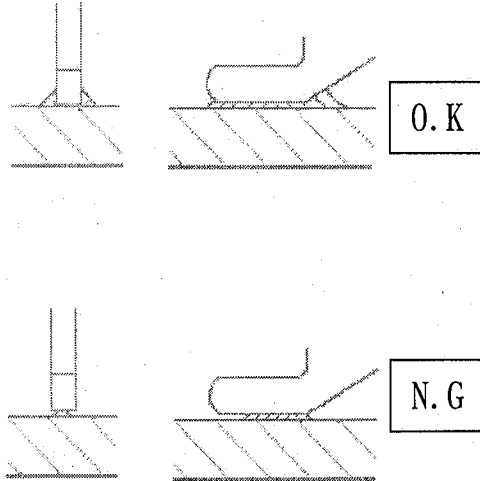

Fig. 4
- (1) After mounting, check and see if there is a fillet formed at the soldering part of contacttine, as shown in Fig. 4.
(1) 基板実装後、コンタクトタインはんだ付け部に Fig. 4のようなフィレットが形成されていることをご確認ください。